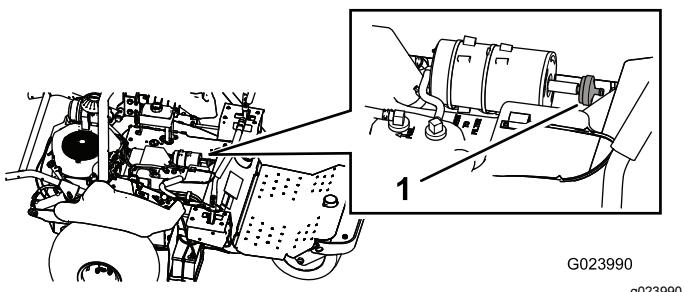

Figura 46
1. Conjunto del asiento 3. Arandela (4)
2. Perno (4)
3. Desconecte el filtro del cartucho de carbón (Figura 46).